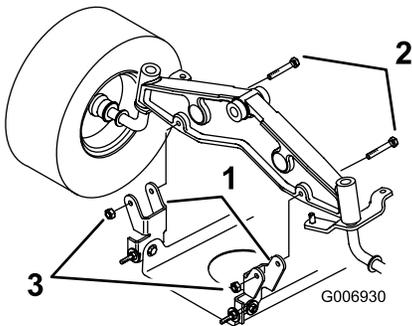

Figura 39
- Retire los pernos y las contratuercas y tire hacia abajo de los dos soportes de pivote del cortacésped para separarlos del eje delantero (Figura 39).